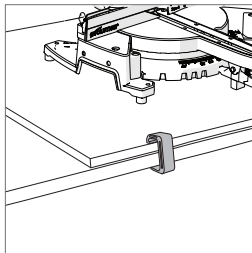

Abb. 2
- Verwenden Sie G-Klemmen zur Befestigung der Montageplatte auf der Arbeitsfläche. **(Abb. 2)**